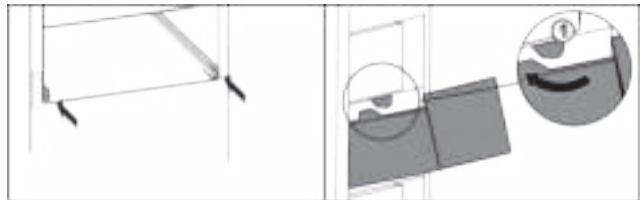

Fig. 40
- ▶ Schuiflade rond stoppers Fig. 40 (1) leiden.